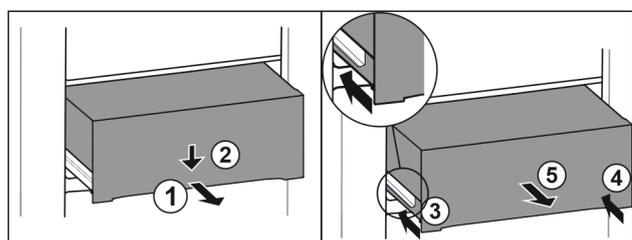

Fig. 144
- ▶ Estrarre il cassetto a metà. Fig. 144 (1)
- ▶ Premere il cassetto sul lato anteriore verso il basso. Fig. 144 (2)
- ▶ Spingere la guida sinistra di circa 2 cm verso l'interno. Fig. 144 (3)
- ▶ Spingere la guida destra di circa 2 cm verso l'interno. Fig. 144 (4)
- ▶ Rimuovere il cassetto tirandolo in avanti. Fig. 144 (5)